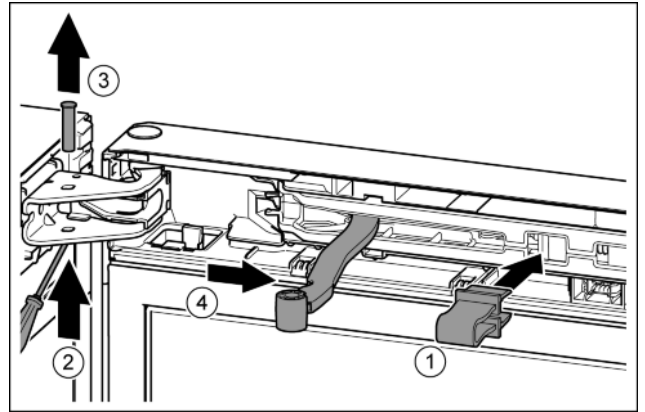

Fig. 10
- ▶ Sicherung in Öffnung einrasten. Fig. 10 (1)
- ▶ Bolzen mit Schraubendreher herausziehen. Fig. 10 (2)
- ▶ Bolzen nach oben herausnehmen. Fig. 10 (3)
- ▶ Gelenk in Richtung Tür drehen. Fig. 10 (4)